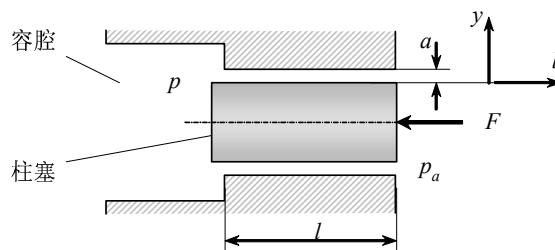

图4 柱塞与孔配合
7. 如图 4 所示一直径为 50mm 的柱塞在力 F 的作用下维持不动，已知腔内绝对压力 $p=251325\text{Pa}$ ，液体动力粘度 $\mu=0.1\text{Pa}\cdot\text{s}$ ，柱塞与孔的配合间隙 $a=0.05\text{mm}$ ，配合长度 $l=150\text{mm}$ 。已知配合间隙不存在偏心，间隙内的液流速度分布表达式为